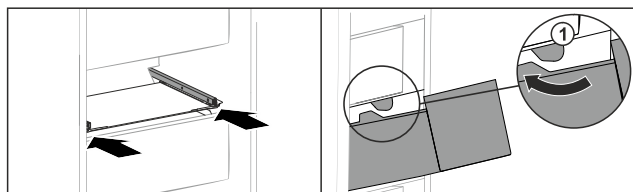

Fig. 230
- ▶ Ved'te zásuvku podél zarážek Fig. 230 (1).